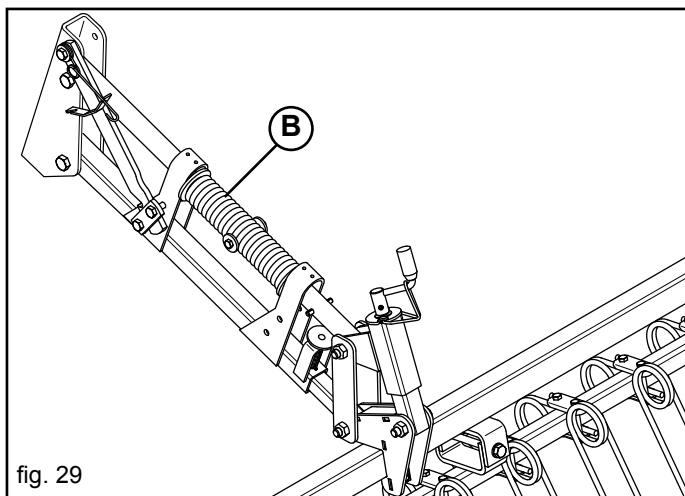

fig. 29
La presión de trabajo de los dientes de muelle de la grada cubresemillas se puede variar girando el muelle (B) situado en el brazo paralelo superior (Fig. 29).